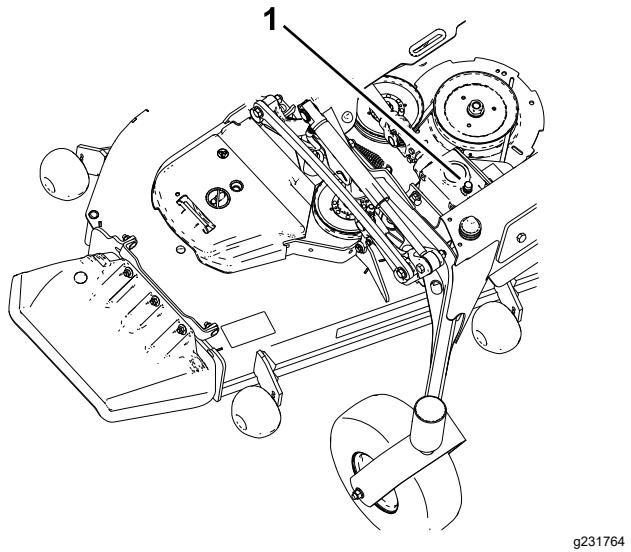

Рисунок 51
5. Извлеките щуп/снимите пробку заливной горловины в верхней части редуктора (Рисунок 51) и убедитесь, что уровень масла находится между отметками на щупе.